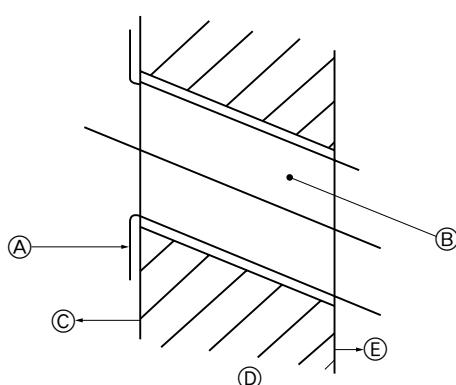

Fig. 3-7
- (A) Línea central de la unidad interior
- (B) Área de drenaje izquierda
- (C) Área de drenaje derecha
- (D) Orificio para tornillo
- (E) Agujero de perno
- (F) Orificio para tornillo
- (G) Perfil de la unidad
- (H) Agujero ciego para la tubería posterior izquierda
- (I) Agujero de acceso a las tuberías traseras (3-9/16 a 4 in. diá (90-100 mm diá))
2) Hacer el agujero para las tuberías (Fig. 3-7)
- Utilice una broca hueca para hacer en la pared un orificio de ⑧ de diámetro en la dirección de las tuberías, en la posición indicada en el diagrama de la página 34, 35.
- Introduzca un manguito por el agujero (de ⑨ de diámetro y comprado en su localidad).